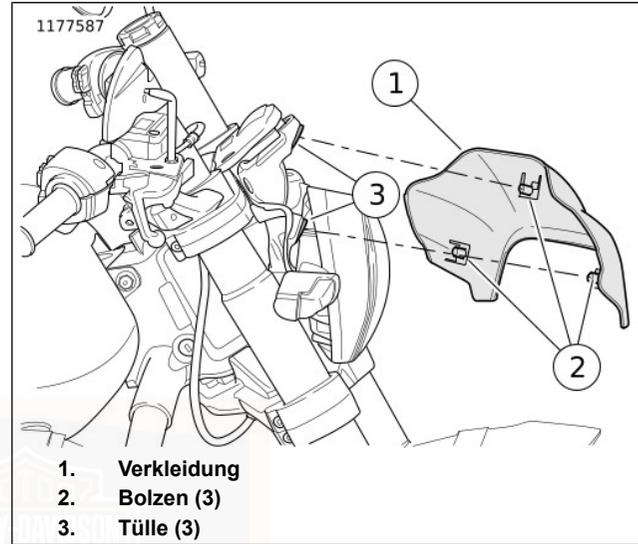

Abbildung 46. Verkleidung
1. Siehe Abbildung 46. Die Verkleidung abbauen.
- a. Verkleidung (1) nach vorne ziehen, um Befestigungsbolzen (2) aus den Tüllen (3) zu ziehen.